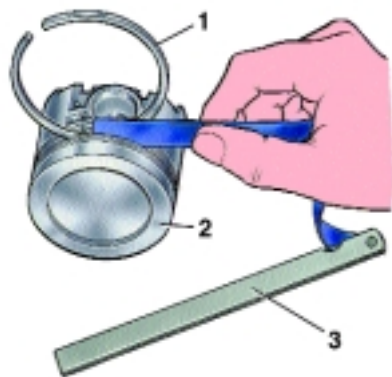

Рис. 2-77. Проверка зазора между поршневыми кольцами и канавками: 1 – поршневое кольцо; 2 – поршень; 3 – набор щупов
**Проверка зазоров между канавками поршня и поршневыми кольцами.** Зазор по высоте между канавками и кольцами проверяют, как показано на рис. 2-77, вставляя кольцо в соответствующую канавку.